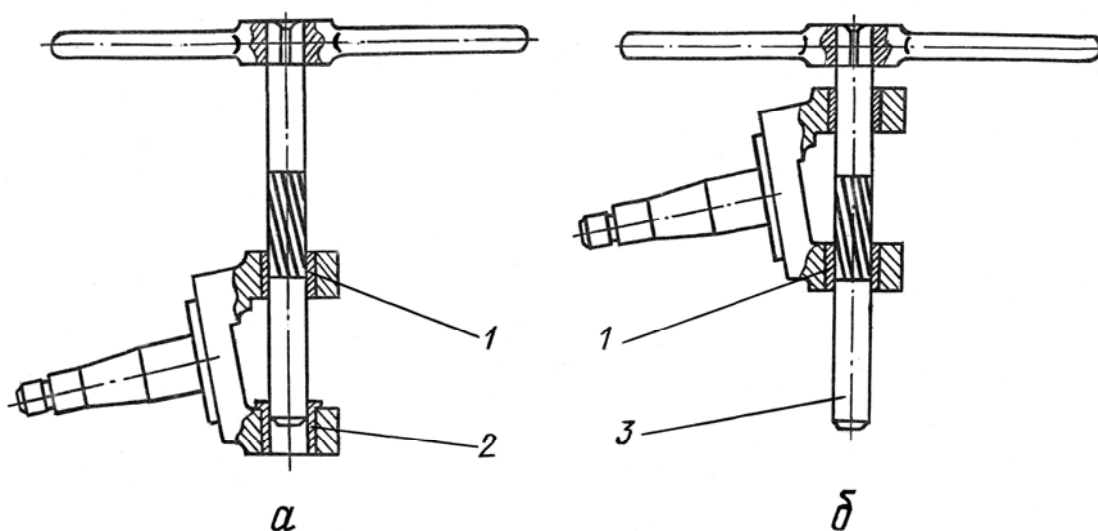

Рис.39. Развертывание втулок поворотного кулака:
- запрессовать в поворотный кулак бронзовую втулку 1 (рис.39) и установить специальную направляющую втулку 2 во второе отверстие кулака;